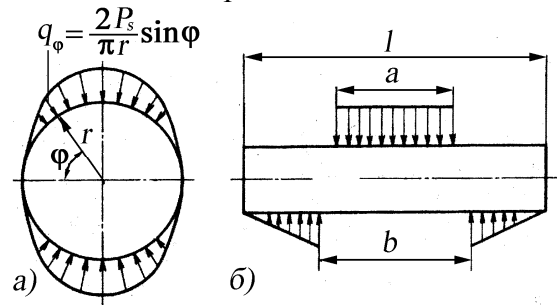

Рис. 4. Расчетные схемы нагружения поршневого пальца от суммарных сил P_s : а – при расчете на овализацию; б – при расчете на изгиб и срез
На рис. 4 приведены значения функций η и коэффициента k в зависимости от α , а на рис. 5 – эпюры напряжений σ_a и σ_i возникающих вследствие овализации. Из рис. 5 видно, что для всех значений α величина η_2 является максимальной. Однако она определяет напряжения сжатия, которые менее опасны, чем напряжения растяжения. Необходимо отметить, что нецементованная внутренняя поверхность пальца испытывает напряжения растяжения, вызванные термохимической обработкой его наружной поверхности. В точке 2 они частично уравниваются напряжением от газовой нагрузки, а в точке 4 напряжения суммируются. Поэтому напряжения от овализации оцениваются главным образом по уравнению (34).